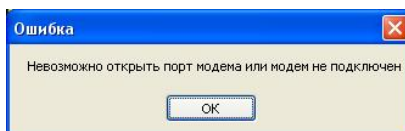

Рис. 4.5.13. Ошибка в подключении модема
2. Если в файле *ms_notify.ini* номер COM-порта и скорость его работы указаны верно, но при запуске программы *Информатор* появляется ошибка в подключении модема, то необходимо проверить наличие GSM-модема, соответствие напряжения питания модема и не занят ли данный COM-порт сторонним приложением (рис. 4.5.13).